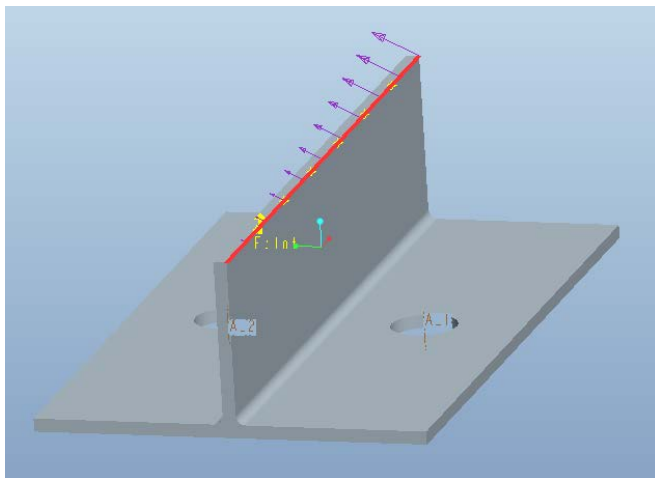

Рис. 18. Изменение направления вектора нагрузки
- нажмите «Предварительный просмотр» для просмотра распределения нагрузки, как показано на рис. 18.